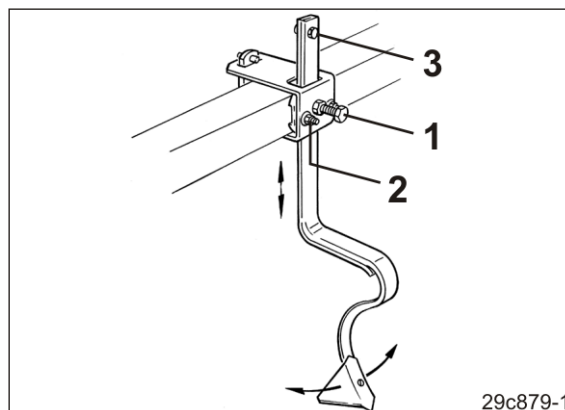

Fig. 185
- 1.1 Løsn kontramøtrikken og sekskantskruen (Fig. 185/1).
- 1.3 Løsn de to møtrikker (Fig. 185/2), og drej traktorhjulsporløsnere.
Sikringsskruen (Fig. 185/3) forhindrer, at hjulsporløsnere mistes, hvis fastgørelsesskruen løsnes.